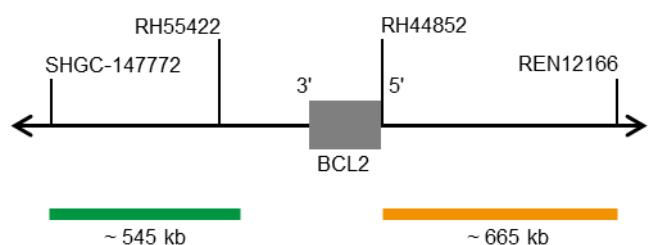

Fig. 1: SPEC BCL2 Mapa da sonda (não à escala)
- Polinucleótidos marcados com ZyGreen (excitação 503 nm/emissão 528 nm) (~10 ng/μl), que têm como alvo sequências mapeadas em 18q21.33* (chr18:60,046,152-60,589,273) proximais à região do ponto de quebra BCL2 (ver Fig. 1).
- Polinucleótidos marcados com ZyOrange (excitação 547 nm/emissão 572 nm) (~4,5 ng/μl), que têm como alvo sequências mapeadas em 18q21.33-q22.1* (chr18:60,994,528-61,658,503) distal à região do ponto de quebra BCL2 (ver Fig. 1).